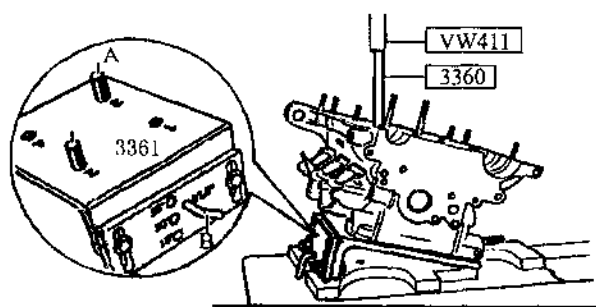

图 1-13 气门与导管(一)
(2) 拆气门导管。如图 1-13 所示,在底座 3361 的第 2、3 位置安装对应气缸盖螺栓孔 A 的支撑销,把插销 B 插入各个气门角度对应的孔中,中进气门 15° ,外进气门 21.5° ,排气门 20° ,用 W411 和压杆 3360 压出气门导管。
(3) 安装气门导管。如图 1-13 所示,将新导管涂油后,用 3360 压杆从凸轮轴侧压入(压力 $\geq 10 \text{ kN}$)气缸盖直至与台阶接触,用铰刀 3363 并加适量的切削液铰一下导管孔。